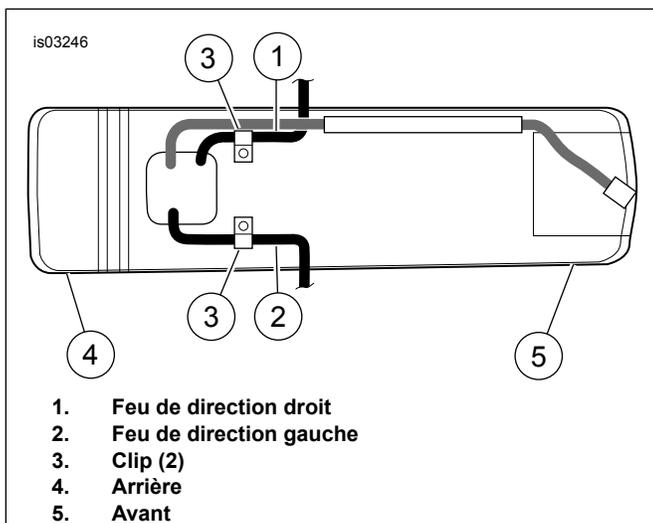

Figure 4. Fils et clips de feu de direction (vus de dessous à l'intérieur du garde-boue arrière)
- Voir Figure 4. Retirer le câblage de feu de direction (1, 2) des clips (3) sous l'arrière du garde-boue.
3. Voir Figure 4. Attacher le câblage de feu de direction à l'intérieur du garde-boue arrière en utilisant l'attache.